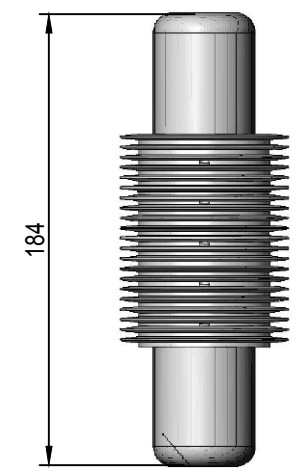

РИС.1 Общий вид РММ-20
3.6 Общий вид и габаритные характеристики РММ-20 (РИС.1) приведены ниже.